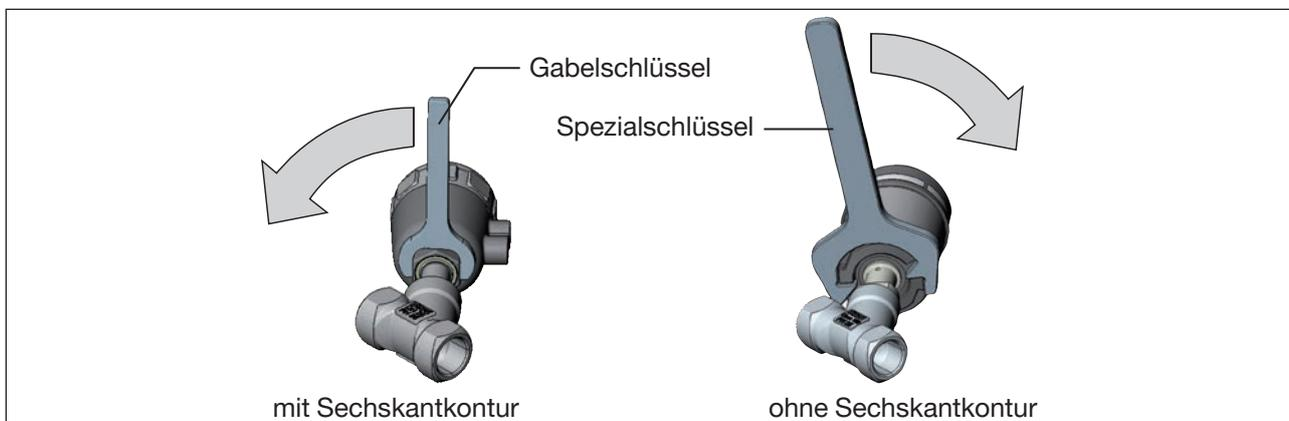

Bild 29: Drehen mit Spezialschlüssel oder Gabelschlüssel
- ▶ Das Antriebsmodul nur im vorgegebenen Richtungssinn drehen (siehe „Bild 29“).